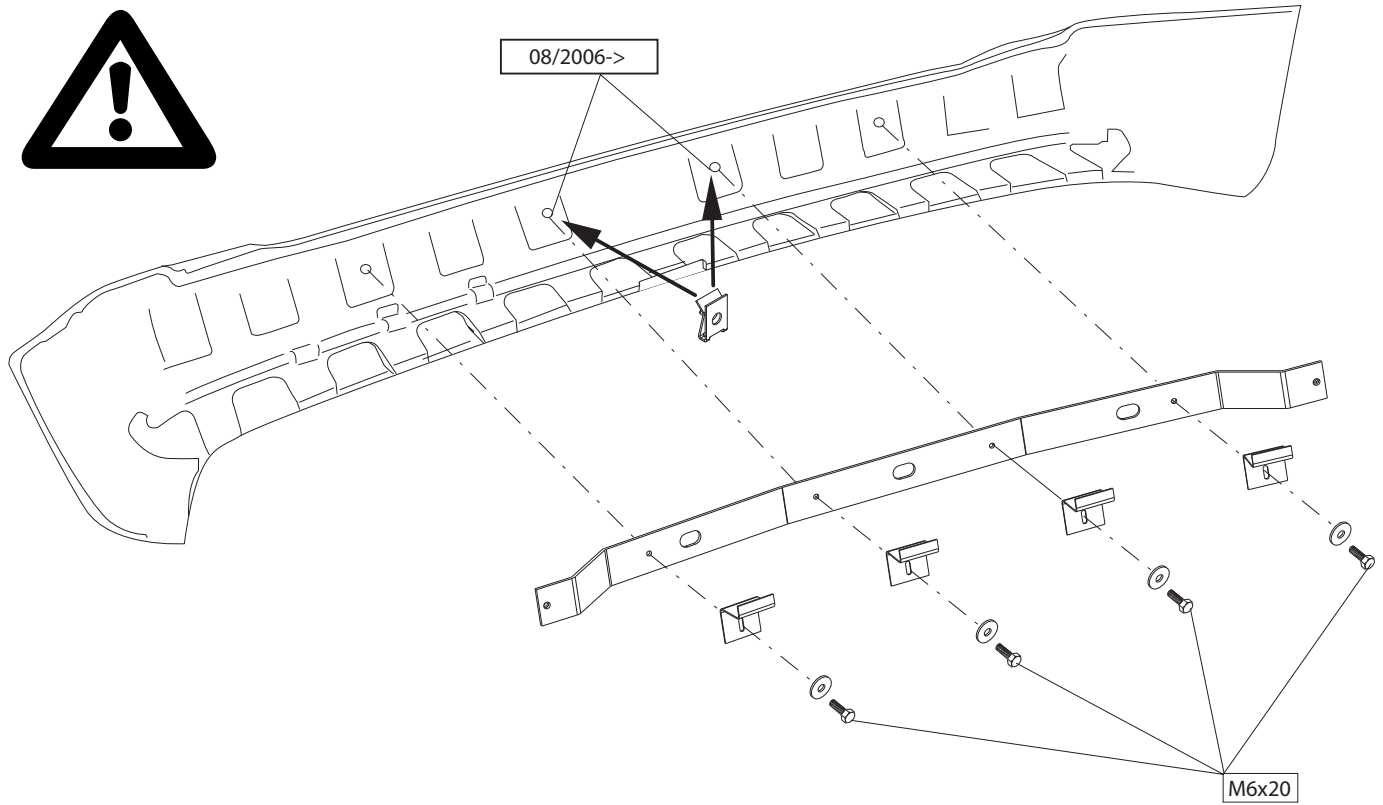

Fig. 2
6. Установите прилагаемое бампер внутри бампера.(см. рис. 2).